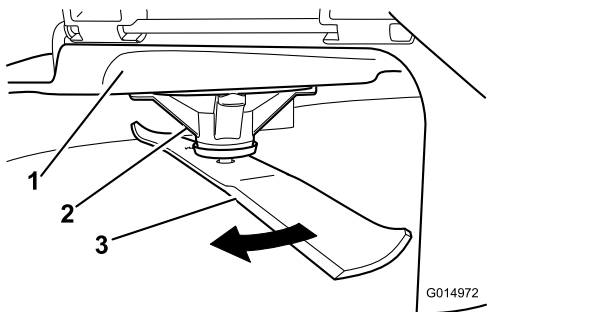

Figure 54
- Enfilez des gants épais ou utilisez une autre protection adéquate pour les mains, et faites tourner la lame lentement jusqu'à une position permettant de mesurer la distance entre le tranchant et la surface plane sur laquelle se trouve la machine (Figure 54).